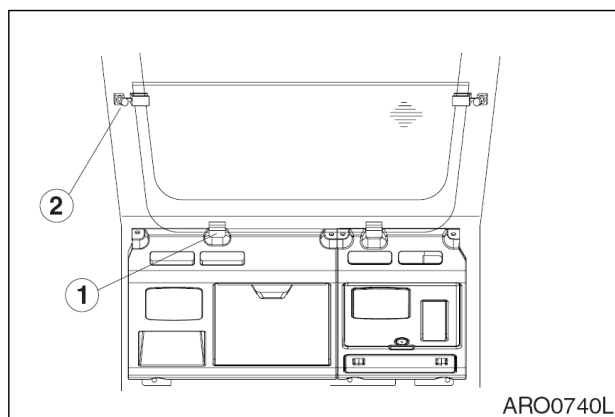

Рис. 116
- Установить нижнее стекло в резиновые держатели (1, рис. 116), расположенные за сиденьем водителя. Прикрепить окно правой и левой ручками (2) к корпусу кабины.